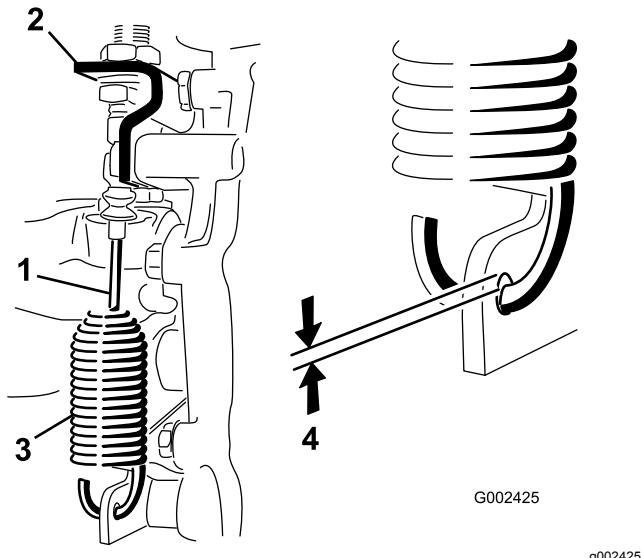

Figura 54
2. Alivie as porcas de segurança que fixam o cabo de bloqueio do diferencial ao suporte no conjunto eixo-transmissão (Figura 54).